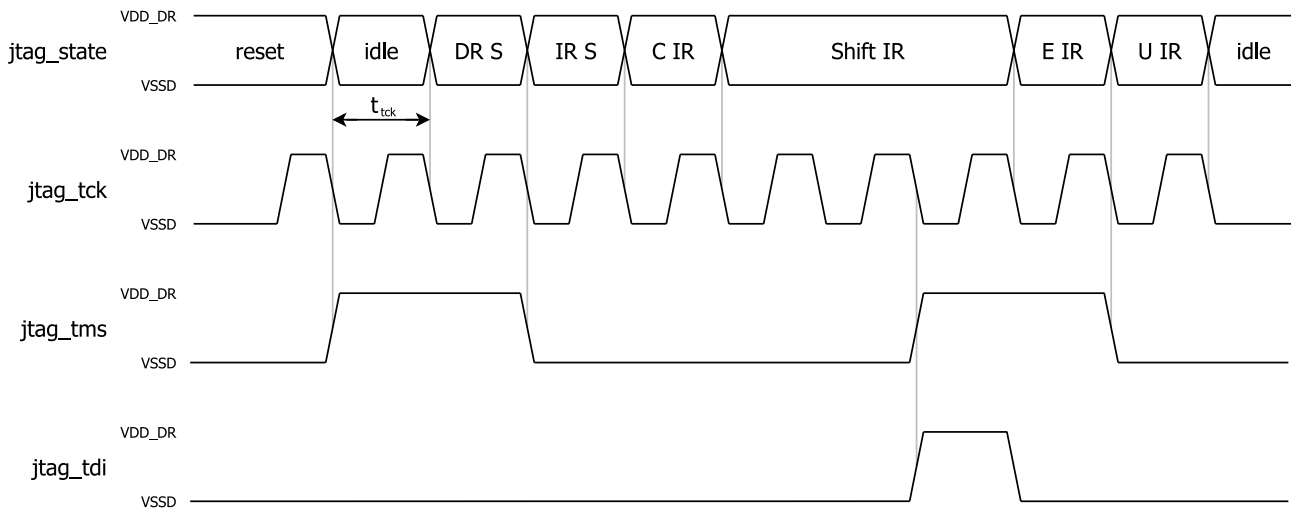
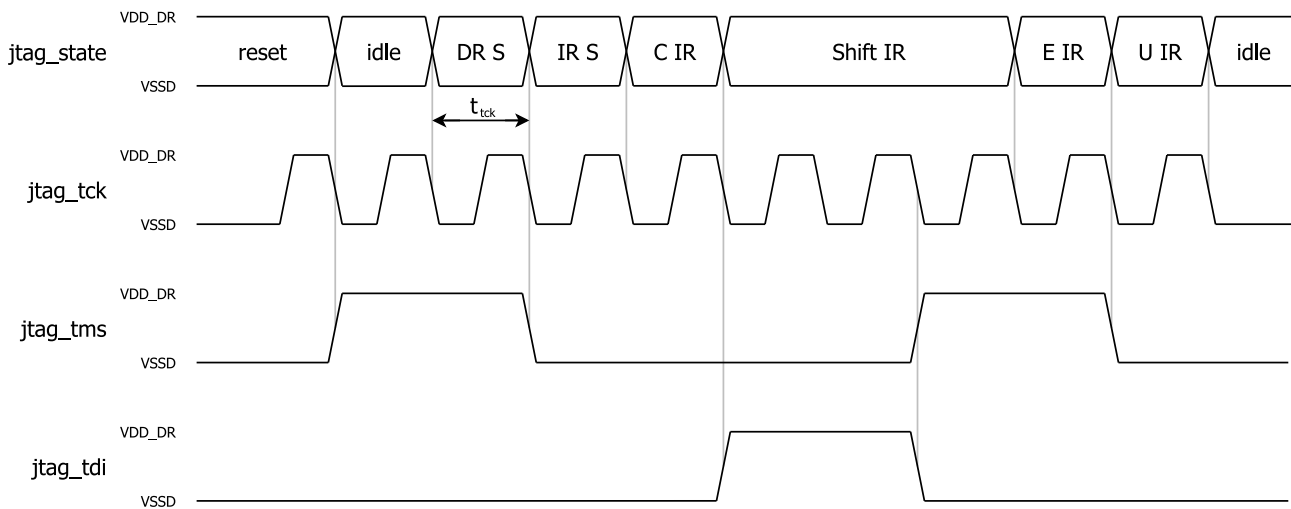

Рисунок 7. Выбор инструкции JTAG_ROM_ACCESS
Рисунок 8. Выбор инструкции JTAG_RAM_ACCESS
- 7) выбрать инструкцию JTAG_ROM_ACCESS (Рисунок 7, Рисунок 8) для доступа к памяти программ микроконтроллера;
- 1) выбрать инструкцию DEBUGGER (Рисунок 7, Рисунок 8);